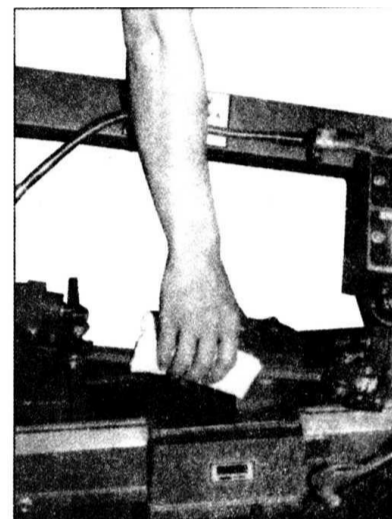

рис. 15
4. Поверните гайку (В) и отрегулируйте эксцентриковый подшипник, чтобы он плотно прилегал к ленточному полотну. Ленточное полотно должно свободно перемещаться вверх и вниз при захвате, как показано на рис. 15.